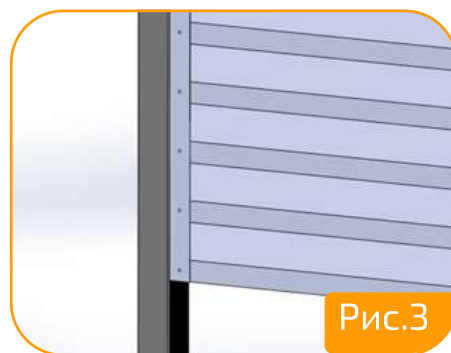

Рис.3
3. С шагом 95 мм установить снизу вверх и закрепить все остальные Планки Ламели конек 2490 мм (21 шт). (Рис.3).